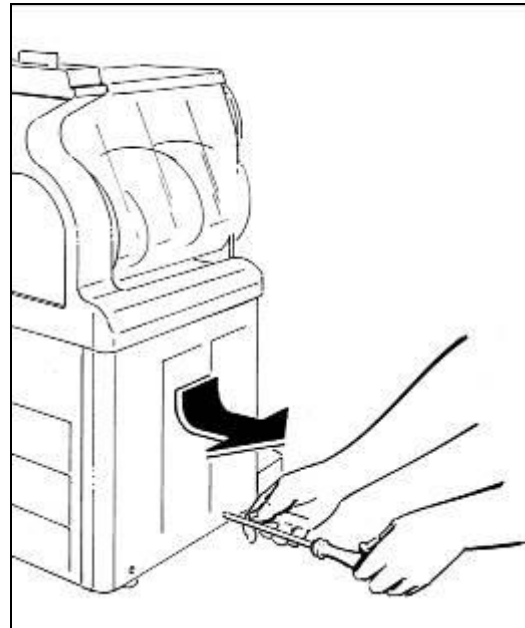

Fig. 46
- Para la GT2: quite el panel lateral izquierdo destornillando los dos tornillos que lo sujetan en su parte inferior (Fig.46);